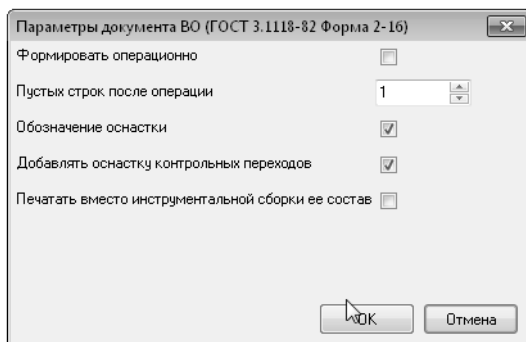

Рис. 9.14.
42. Установите курсор на строке с шаблоном *ВО (ГОСТ 3.1118-82 форма 2-1б)* и нажмите кнопку **Параметры**. Установите параметры ведомости оснастки так, как показано на рис. 9.14.